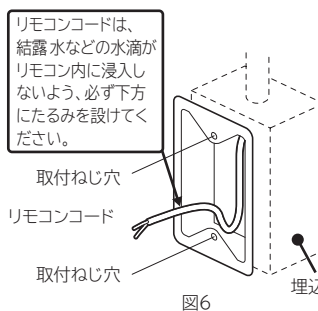

図6
- (1)リモコン取付位置に埋込用スイッチボックス（JIS1個用）を取り付けてください。（図6）